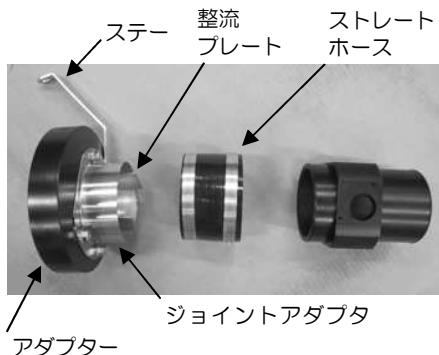

図7
1) アダプター、ジョイントアダプター、ストレートホース、ステー、エアフロアダプター、整流プレートを、図7,8,9,10,11,12を参考に組み立てます。